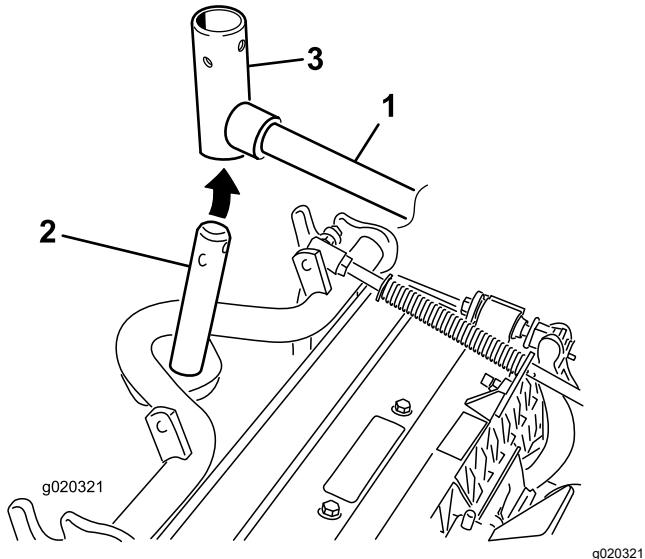

Figure 10
- Pour les unités de coupe avant, poussez une unité de coupe sous le bras de levage tout en insérant l'arbre du bâti porteur dans la chape de pivot du bras de levage (Figure 10).
- Insérez la chape du bras de levage sur l'arbre du bâti porteur (Figure 10).